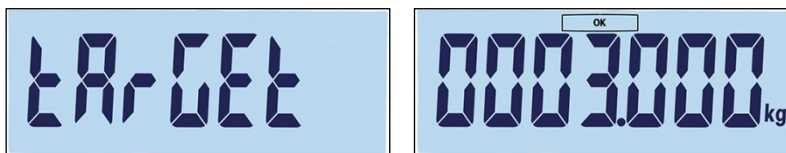

Figura 3-47 Telas de Etiqueta de Alvo e Definição
- Quando o número de registro for confirmado pressionando , a tela alvo será exibida brevemente, de depois a tela de edição de alvo será exibida (Figura 3-47).